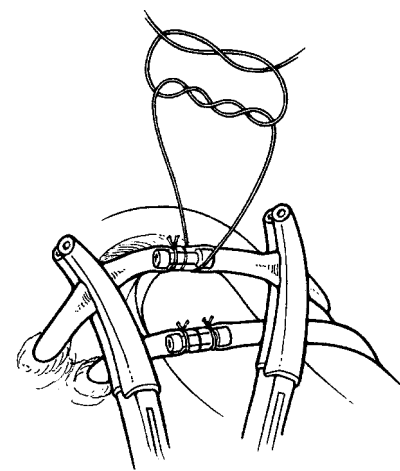

Abbildung 4-23. Fadenverbinder
5. Mit einem einfachen chirurgischen Knoten mit zweifacher Verschlingung, gefolgt von einer Serie von mindestens zwei einfachen Verschlingungen den Schlauch am Verbinder befestigen (**Abbildung 4-23**).